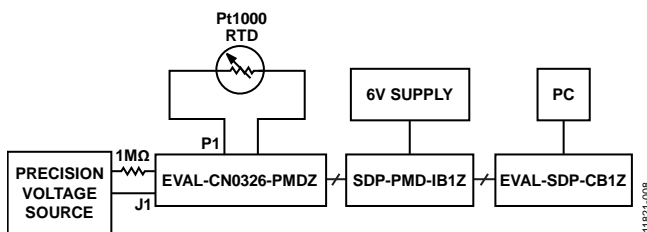
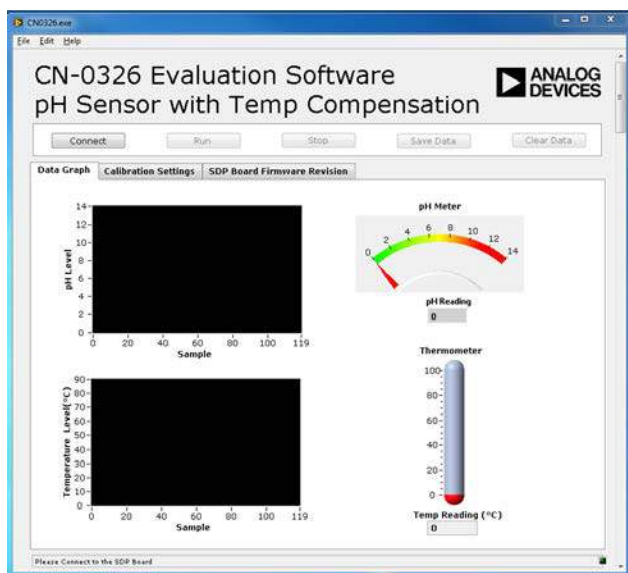

图8. pH传感器测试设置功能框图
图9. 评估软件主窗口
3. 在运行图9所示程序之前，将pH探针的BNC端子和RTD传感器连接至EVAL-CN0326-PMDZ的端子插孔中。
4. 在接好并打开所有外设和电源之后，在图9所示图形用户界面上单击Connect(连接)。当PC成功检测到评估系统时，即可使用图9所示软件对EVAL-CN0326-PMDZ电路板进行评估。
测试设置的功能框图如图8所示。该测试设置应按图中所示方式连接。主软件窗口的屏幕截图如图9所示。
用Agilent E3631A和Yokogawa GS200精密电压来仿真传感器输出。Yokogawa的负端子连接至pH传感器所用ADC的负端子。正端子与电阻串联，接至ADC的正端子，如图8所示。Yokogawa产生 $\pm 420$  mV电压，然后仿真pH传感器输出，随后改变串联电阻值，以仿真pH探针的玻璃电极的阻抗，如图8所示。
用CN-0326评估软件来捕获来自EVAL-CN0326-PMDZ电路板的数据，所用设置如图8所示。